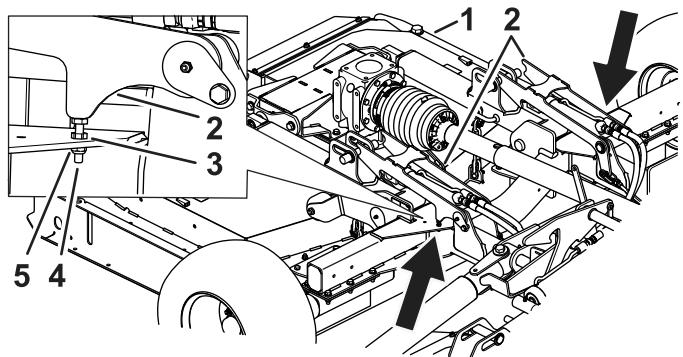

Bild 85
1. Lösen Sie dann die Klemmmutter (Bild 85).
2. Stellen Sie die Schraube nach oben oder unten ein, um die Position der Mähwerkverriegelung zum Einrasten der Mähwerkstifte zu korrigieren (Bild 85).
3. Nach dem Einstellen der Schraube die Kontermutter und die Mutter anziehen (Bild 85).